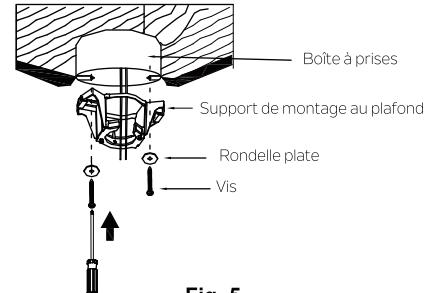

Fig. 5
**Étape 1.** Avant de fixer le ventilateur à la boîte à prises (non fournie), assurez-vous que la boîte à prise est correctement installée sur deux points (minimum) d'une partie structurelle du plafond (une boîte desserrée risque d'entraîner des oscillations du ventilateur). Faites passer les fils 120 V d'alimentation de la boîte à prises du plafond par le centre du support de montage au plafond. Installez le support de montage sur la boîte à prises au plafond à l'aide des vis et des rondelles. (Fig. 5)